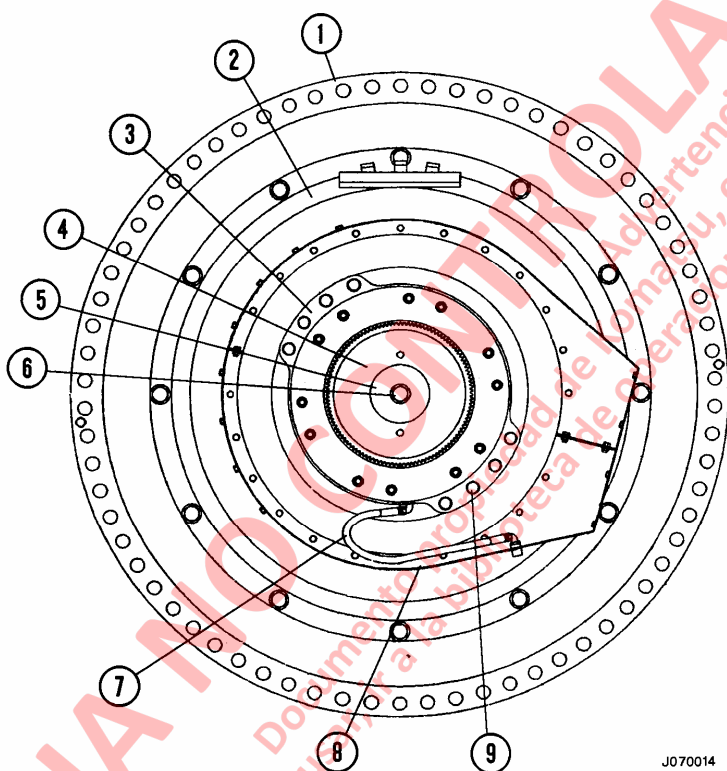

FIGURA 7-1 MONTAJE DEL FRENO DE ESTACIONAMIENTO
Cuando la palanca de control direccional esta en PARK, la válvula de solenoide del freno de estacionamiento (SV2), ubicada en el múltiple de freno, en el gabinete de freno hidráulico esta desenergizada, eliminando la presión hidráulica de los conjuntos del freno de estacionamiento. Los resortes belleville internos en los conjuntos del freno de estacionamiento actúan en el pistón para comprimir el paquete del disco, evitando la rotación de un engranaje (4, Figura 7-1), montado en el eje del rotor del motor de la rueda.
4. Desconecte la manguera de suministro de aplicación del freno de estacionamiento (7, Figura 7-1) del freno de estacionamiento.
5. Saque los pernos y golillas (9, Figura 7-1)). Monte los espárragos guía en dos de los orificios de montaje para sujetar el conjunto del freno de estacionamiento al ser desmontado del chasis del motor de la rueda.
6. Deslice el conjunto del freno de estacionamiento hacia fuera del chasis del motor de la rueda y fuera del engranaje interno (4). Saque el conjunto del freno de estacionamiento de la caja del eje trasero.
7. Si el engranaje del eje del rotor (4, Figura 7-1) está desgastado, dañado o requiere ser desmontado por otro motivo, siga el siguiente procedimiento:
- Saque el perno y la golilla endurecida (6, Figura 7-1) del eje. Saque la placa de retención (5).
- Instale un extractor de engranajes utilizando los orificios roscados del engranaje (4).
- Limpie muy bien el engranaje (4, Figura 7-1) y el eje. Inspeccione las ranuras y elimine las irregularidades que puedan interferir con el montaje.
- Monte la placa de retención (5), golilla y perno (6). Apriete el perno con un torque de **595-670 N.m (440-495 ft. lbs.)**.
- Monte los pernos y las golillas de seguridad (9). Apriete los pernos de manera uniforme para asegurarse que la caja del freno de estacionamiento esté correctamente asentada en el motor de la rueda. Apriete los pernos con un torque final de **300 N.m (220 ft. lbs.)**.
- Conecte la manguera de suministro del freno de estacionamiento (7) y saque el equipo de elevación.